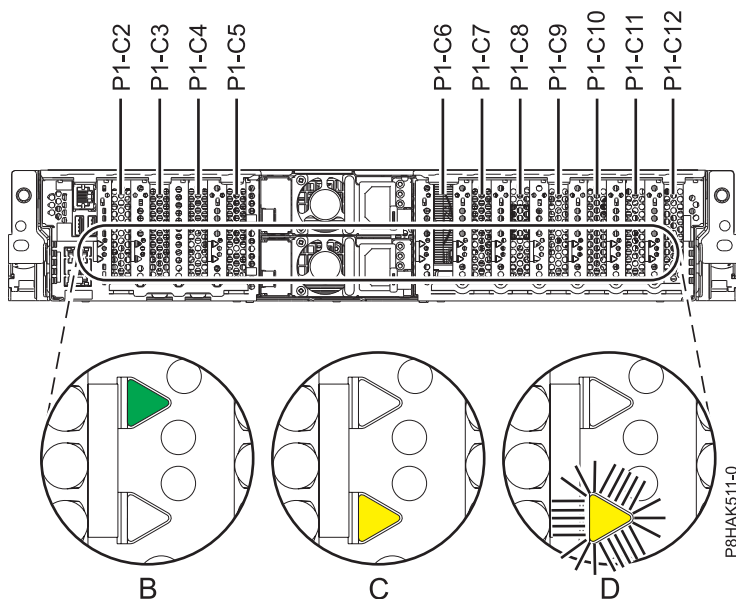

Figura 32. Ubicacions de les ranures d'adaptadors PCIe i ubicacions dels LED en un sistema 5148-21L, 5148-22L, 8247-21L, 8247-22L, 8284-21A, o 8284-22A
Si esteu prestant servei a un adaptador PCIe que ha fallat, busqueu el LED de color ambre que parpelleja de l'adaptador PCIe que ha fallat i que havíeu definit perquè parpellegi al pas on s'identificava la peça que fallava. Consulteu la Figura 32 a la pàgina 52 que mostra l'estat dels LED. Fixeu-vos que el LED ambre de l'adaptador PCIe que ha fallat estigui **Parpellejant**, tal com es mostra a (D) a Figura 32 a la pàgina 52.
**Atenció:** Si l'adaptador PCIe funciona correctament, el LED d'activitat estarà **actiu** (verd) i el LED ambre d'error estarà **inactiu**, tal com es mostra a (B) a Figura 32 a la pàgina 52. No intenteu extreure el adaptador PCIe que està en funcionament.